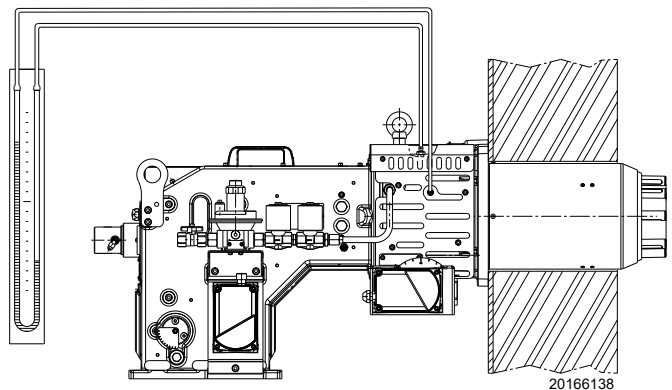

Fig. 22
- Montare un manometro a U o un manometro di tipo differenziale (Fig. 22), con presa (+) sulla pressione del gas del manicotto e (-) in camera di combustione. Serve a ricavare approssimativamente la potenza MAX del bruciatore.
L'arrivo del gas al manicotto è evidenziato dal manometro ad U (Fig. 22) oppure con l'ausilio di un manometro digitale posto sulla presa di pressione sotto il manicotto.